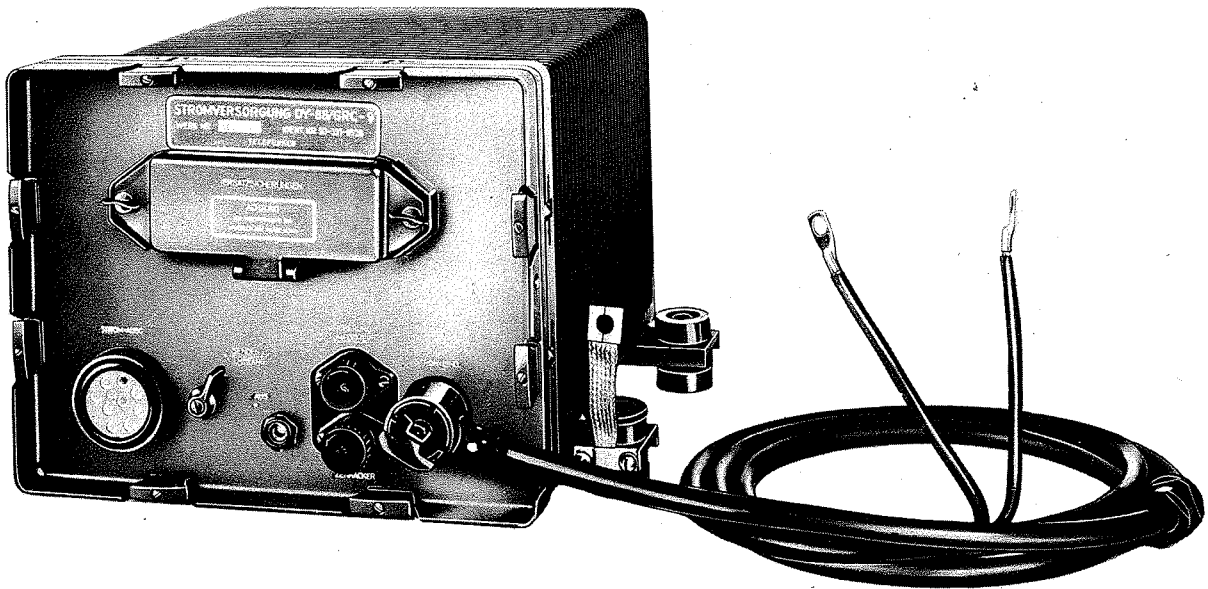

Bild 15 Stromversorgungsgerät DY-88/GRC-9
1.2.9 Stromversorgungsgerät DY-88-GRC-9 (Bild 15)